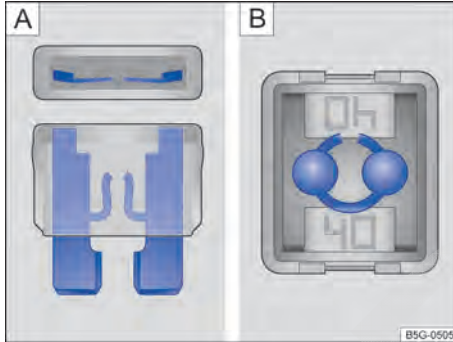

Fig. 215 Fusível queimado: **A** fusível plano, **B** fusível de bloqueio.
- Um *fusível plano* (ATO®, MINI®) queimado é reconhecido de cima ou de lado pela carcaça transparente nas faixas metálicas derretidas → Fig. 215 **A**.
- Um *fusível de bloqueio* (JCASE®) queimado é reconhecido pelas faixas metálicas derretidas por cima da carcaça transparente → Fig. 215 **B**.